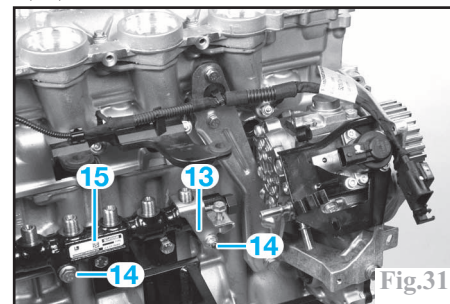

Fig.31
- la patte de maintien (13) (Fig.31) du raccord d'alimentation haute pression.
- les fixations (14) de la rampe d'alimentation haute pression.
- la rampe d'alimentation haute pression (15).